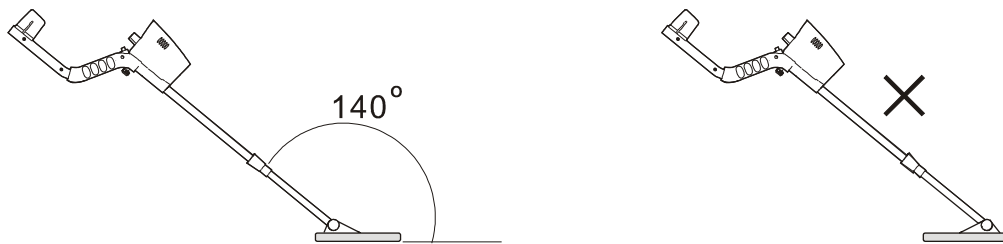

Figura 8
- Posicione correctamente a bobina de busca e mantenha o ângulo entre a bobina de busca e a haste de alumínio a cerca de  $140^\circ$ . Tenha cuidado para não se enganar (Figura 8)